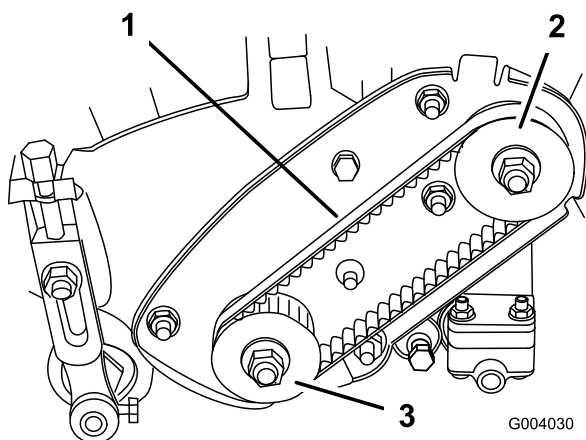

Figura 33
2. Verifique a pressão calcando a correia (Figura 33) até ficar entre o alternador e as polias, aplicando uma força de $2 \pm 0,5$ kg. A correia deve atingir um desvio de 6 mm. Se a deflexão for incorrecta prossiga para o passo seguinte.